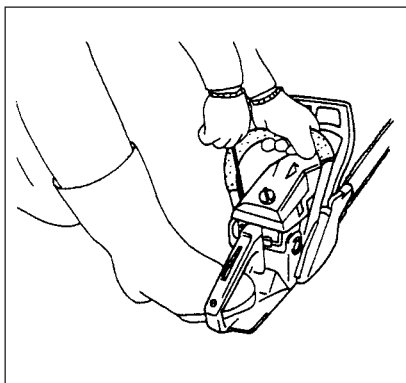

Fig. 2-4
3. Træk rekylstarteren langsomt, til du mærker kompressionsmodstand, og træk den så kvikt, mens du sørger for at holde godt fast i håndtaget og ikke lader det smutte tilbage. (Fig. 2-4)